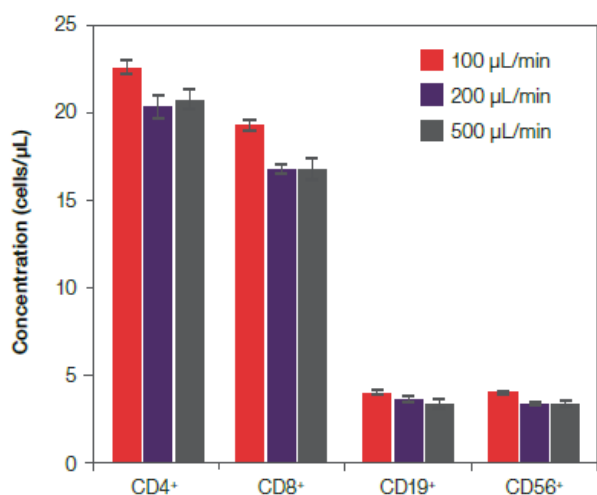

図 7. 3 種のフローレート (100、200、500  $\mu\text{L}/\text{min}$ ) における細胞濃度の測定
- すべてのフローレートで一貫した細胞濃度を実現 (図 7)